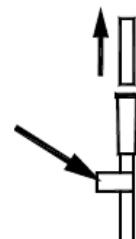

図 3A
- (1) 本品の黄色のタグの付いたコネクタ（図3A）からカプラーを取り外す。